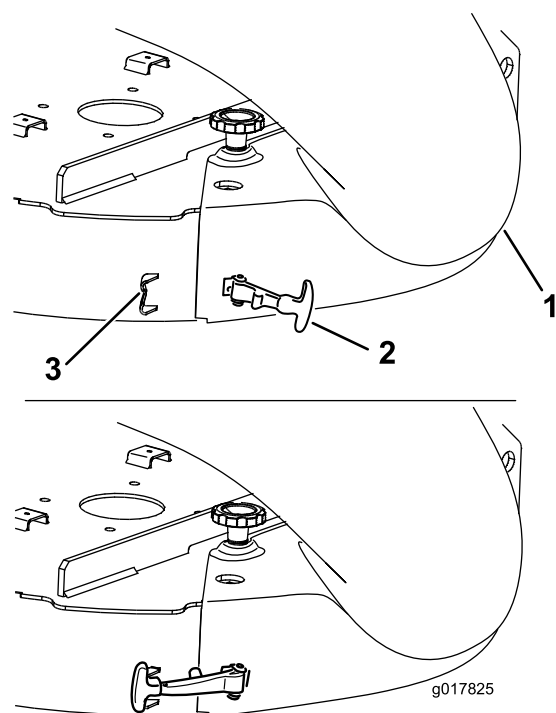

Figure 27
6. Accrochez le verrou flexible de la goulotte à la gâche soudée sur le tablier de coupe, à l'arrière de l'ouverture (Figure 27).